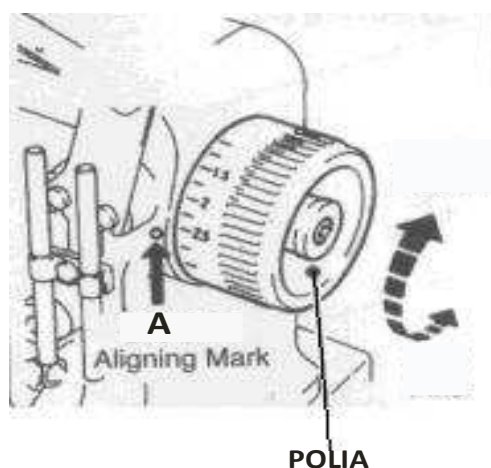

Fig. 12
- A escala graduada na polia superior fig. 12, mostra o tamanho de ponto em milímetros. Gire a polia superior com a mão direita, e observe o ponto “A” do cabeçote com o número na escala da polia. O ponto máximo = 4 mm e o mínimo = 1.2 mm.